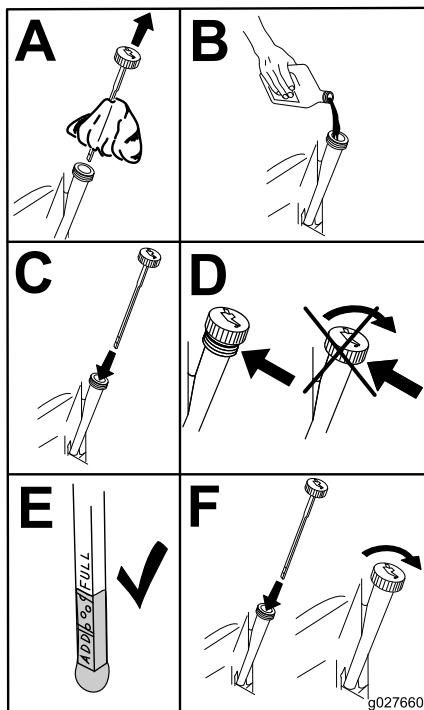

Figura 54
4. Vierta lentamente un 80% aproximadamente del aceite especificado por el tubo de llenado, luego añada lentamente el resto del aceite hasta que llegue a la marca **Full** (Figura 54).